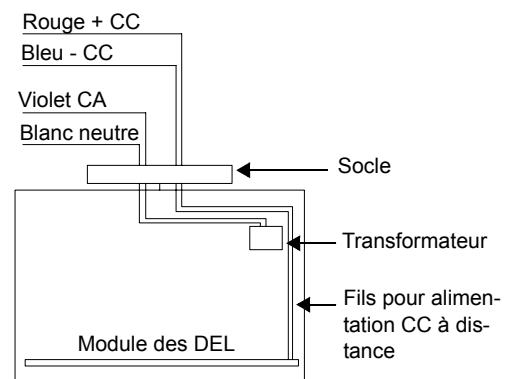

Figure 5
- g. Passer les fils d'alimentation CA et le fil de mise à terre par le trou rectangulaire de l'enseigne et ensuite par le trou du socle. Effectuer les connexions nécessaires. En modèle standard, notre système peut recevoir un courant de 120 VCA à 347 VCA. Raccorder le fil violet (CA) et le fil blanc (neutre) au service de l'édifice (voir fig. 5). S'assurer de bien isoler le fil restant. Pousser les fils dans la boîte de jonction.
- d. Effectuer les connexions nécessaires. En modèle standard, notre système peut recevoir un courant de 120 VCA à 347 VCA. Raccorder le fil violet (CA) et le fil blanc (neutre) au service de l'édifice (voir fig. 5). S'assurer de bien isoler le fil restant. Pousser les fils dans la boîte de jonction.
Se rapporter au câblage CA et CC de la figure 5.